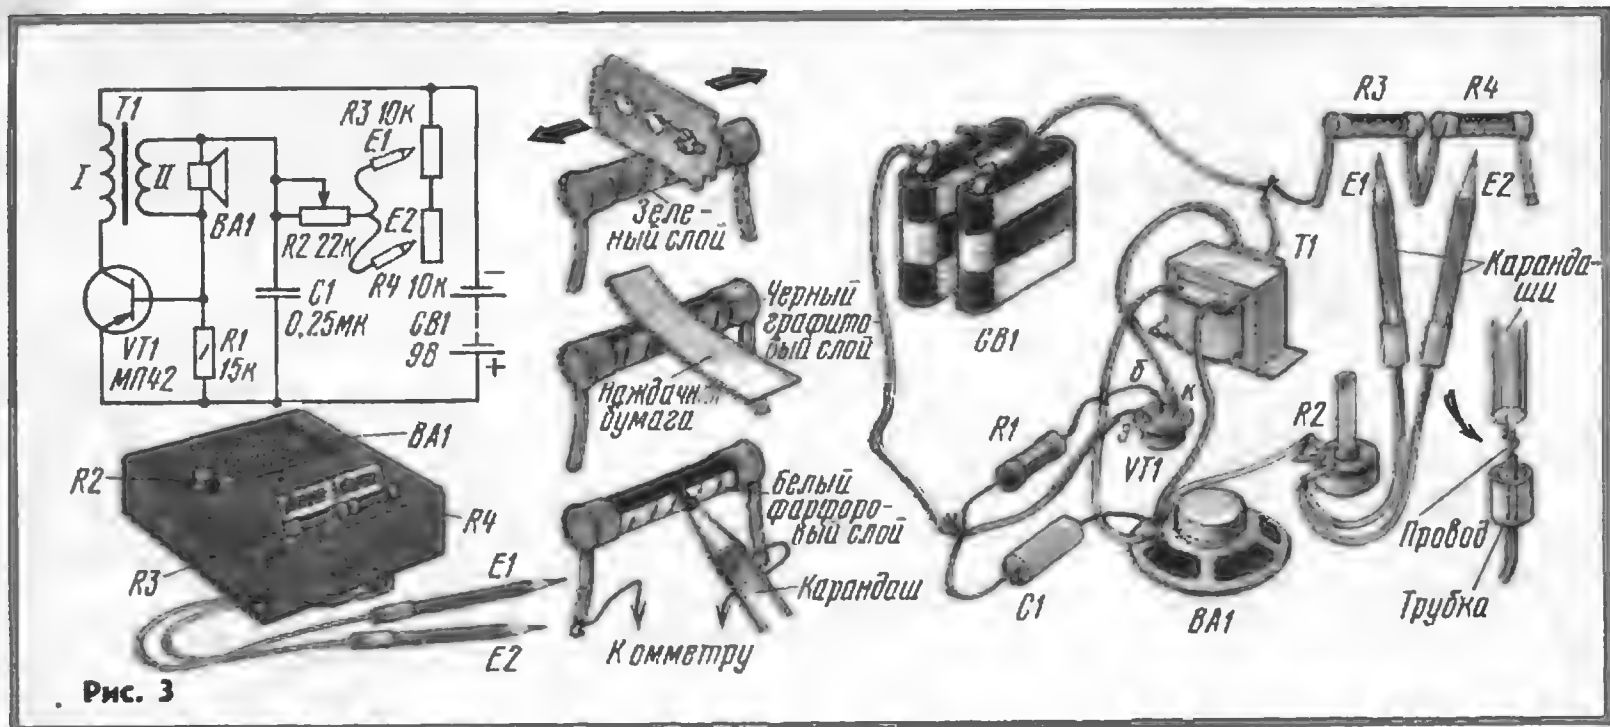

Рис. 3
**Музыкальный карандаш (рис. 3).** Перед вами небольшая шкатулка и два обыкновенных карандаша. Прикоснитесь любым карандашом к расположенной поверх шкатулки «трубочке» — и из шкатулки послышится звук, похожий на звук электромузыкального инструмента. Секрет в шкатулке: в ней размещено «поющее» электронное устройство, с которым соединены карандаши.